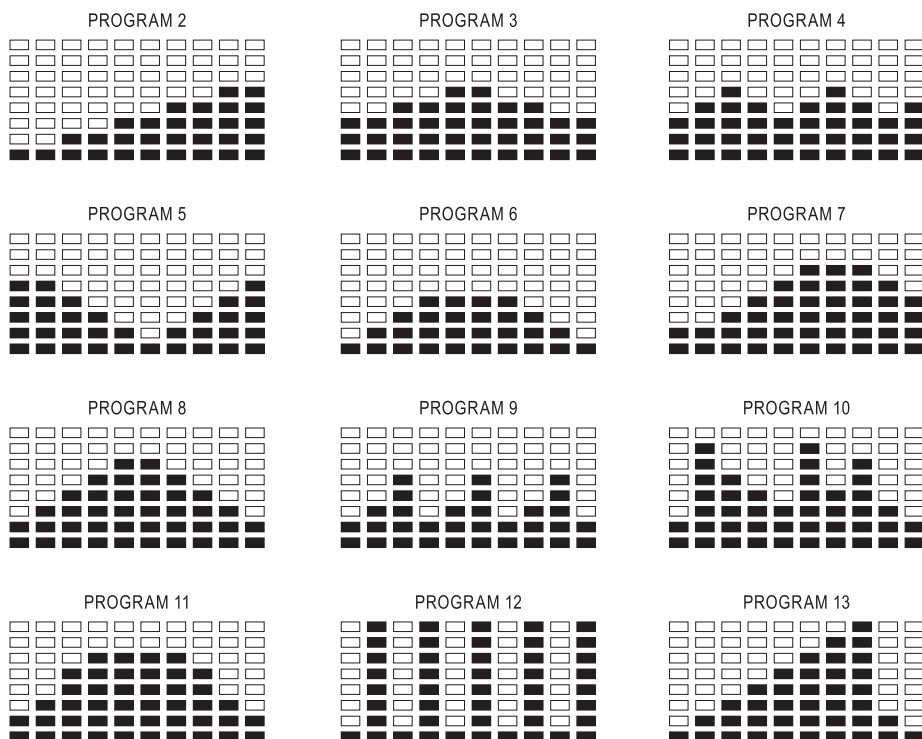

Рисунок 2
1. Використовуйте кнопки UP/DOWN, щоб вибрати одну з готових програм (PROGRAM 2–13) (див. Рисунок 2).